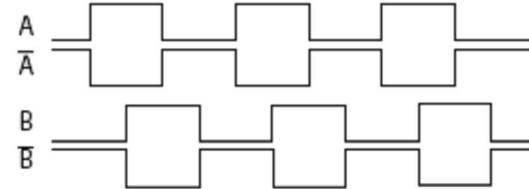

Рис. 6.5 Сигналы датчика положения
- Aabb, [AABB] – датчик с четырехканальным выходом (сигнал A и инверсный ему \bar{A} , сигнал B , сдвинутый относительно A на $\frac{1}{4}$ периода, и инверсный ему \bar{B} , см. рис. 6.5);